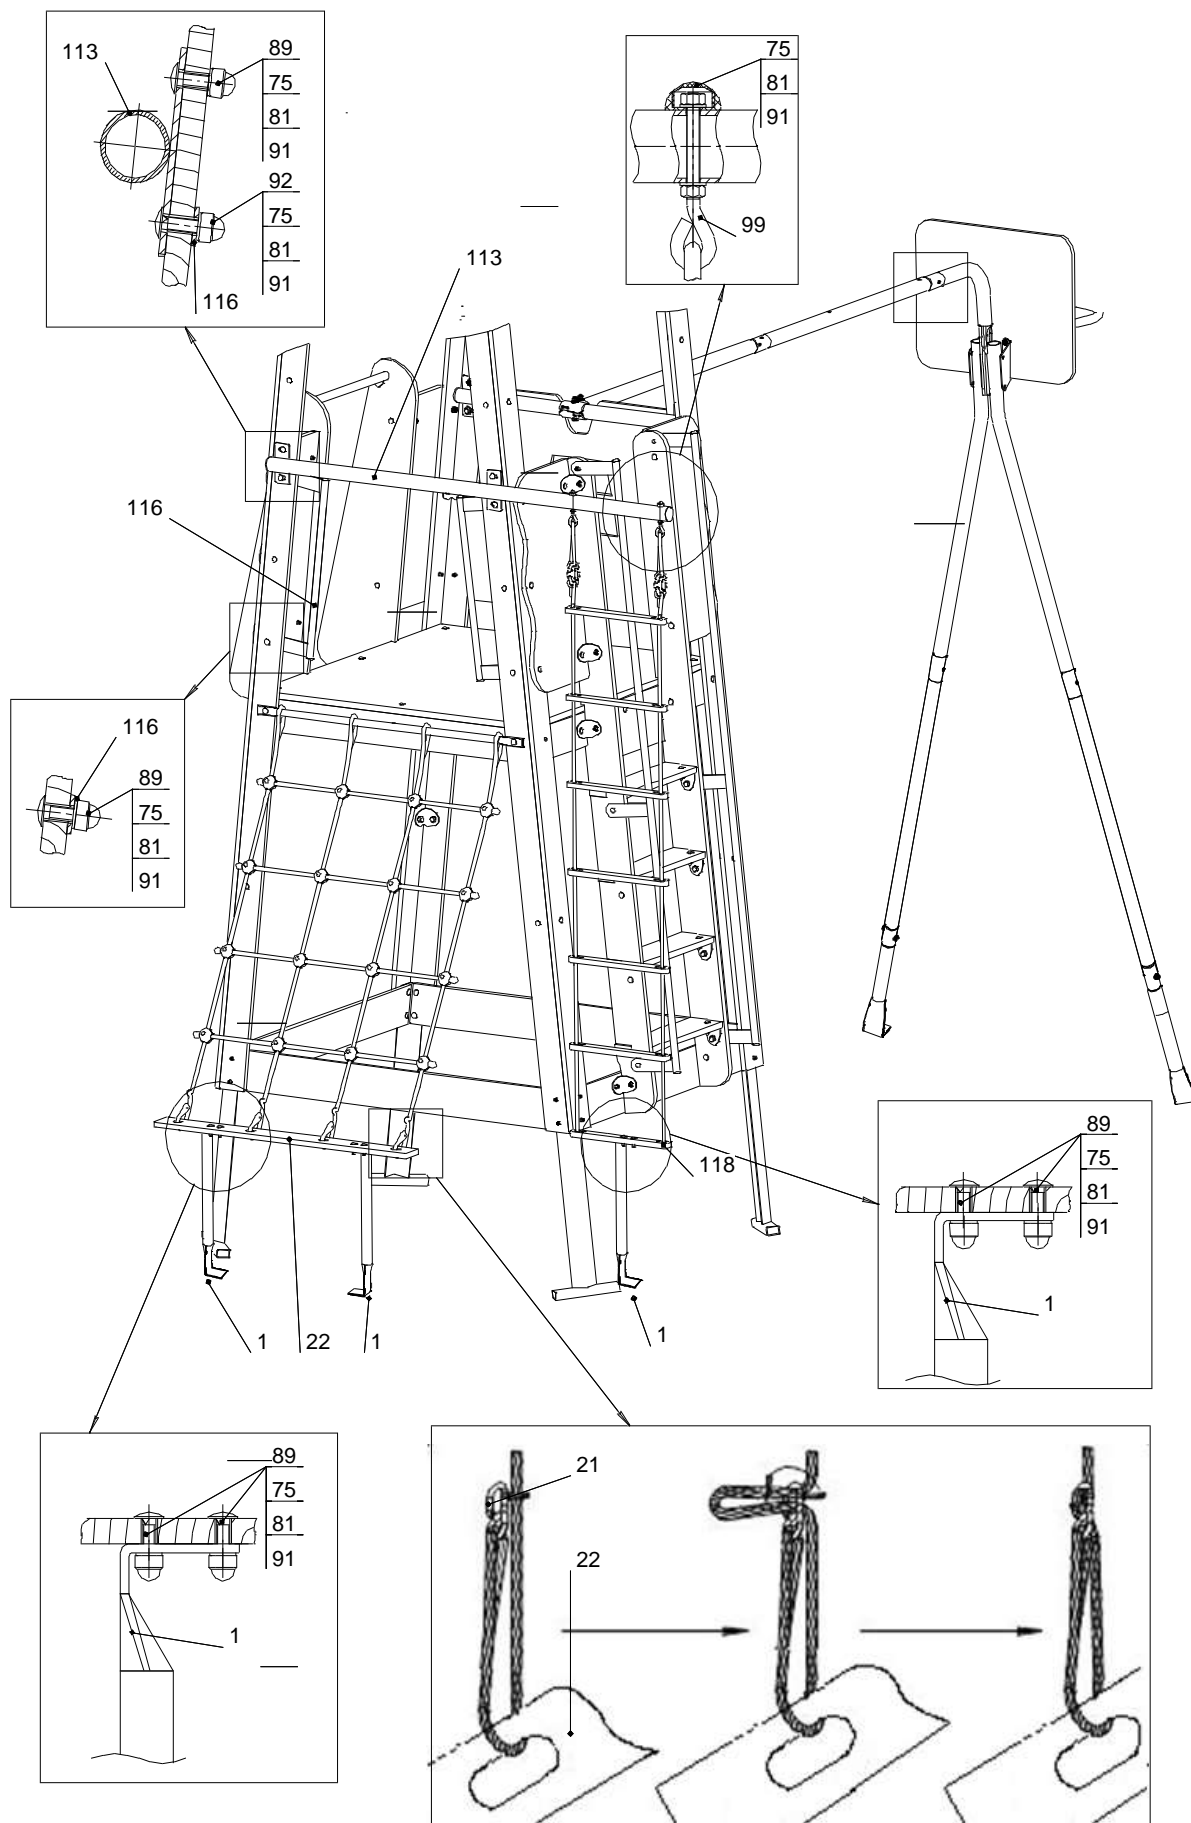

Рис.12
10.3.11 Установить КОМПЛЕКС в подготовленные ямы. Проверить горизонтальность установки балок поз.19; поз.19.1, используя уровень. Выставить в нужное положение и забетонировать (бетон В15; V=0,25 м³) согласно схеме (рис. 12); С – бетон, В – песок.